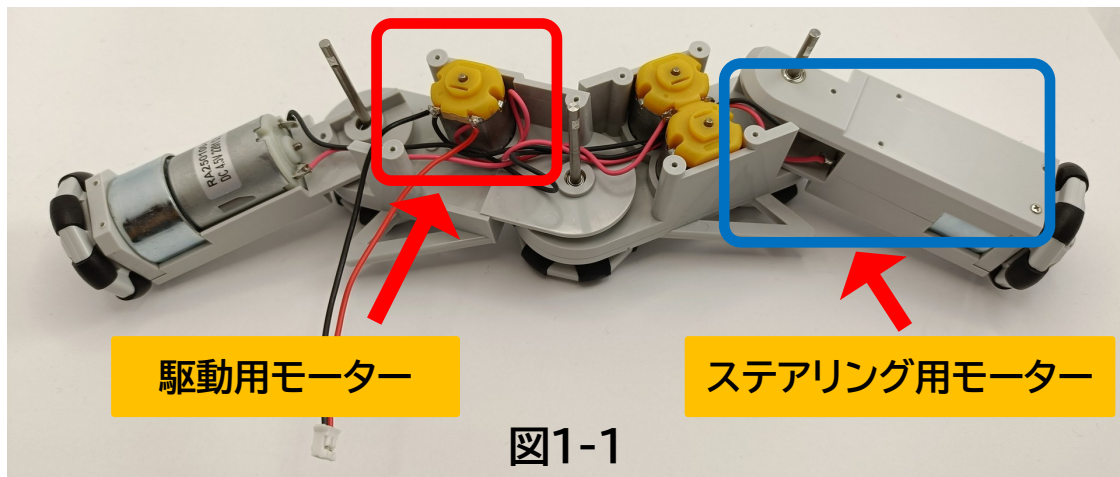

図1-1
1. 図1-1の赤い四角で囲った駆動用モーターの端子と青い四角で囲ったステアリング用モーターの端子にコネクタ付きケーブルを半田付けします。